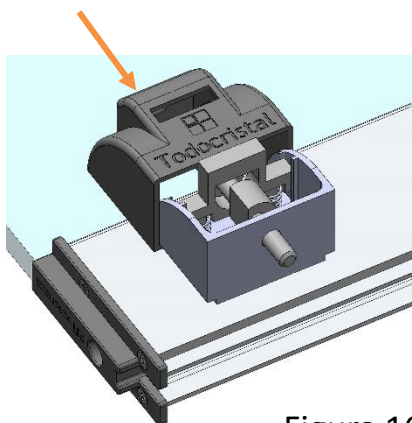

Figura 16
- Deslizar el Embellecedor del Cierre Inferior Panorámico hasta la Pieza de Bloqueo (Figura 16).